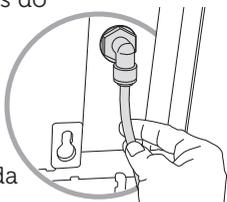

Figura 8
- 4- Encaixe a mangueira na entrada de água atrás do produto (Figura 8). Certifique-se de que a mangueira esteja completamente encaixada.